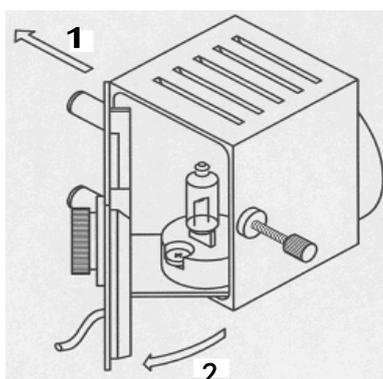

图 6.2 取下后盖
- 3) 按箭头 1 方向轻推后盖, 再按箭头 2 方向回转, 取下后盖; 见图 6.2。